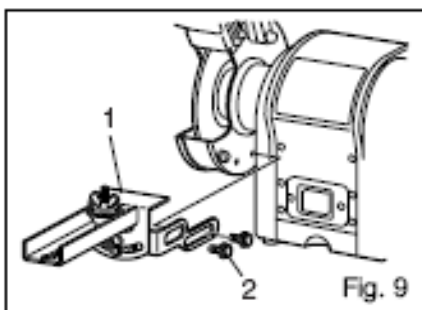

Fig. 9
■ Asamblați și atașați kitul de ascuțire a lamei ferăstrăului ca în Fig. 9. Înainte de a utiliza, asigurați-vă că e bine strâns.